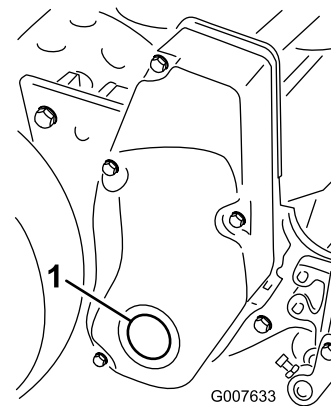

Figura 63
1. Retire a vela na cobertura da transmissão do cilindro direito (Figura 63).